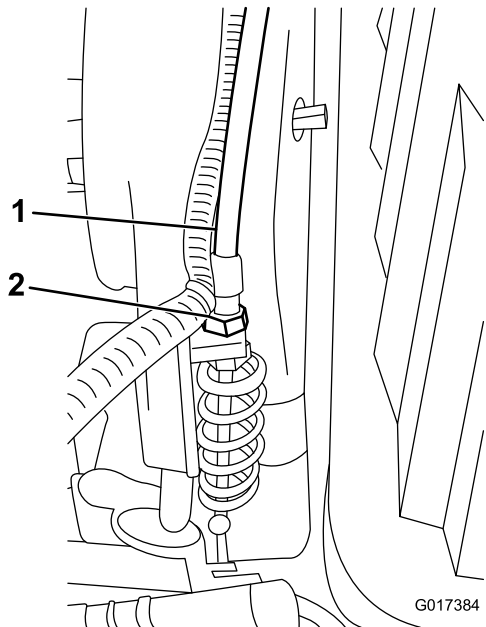

图51
3. 在变速箱隔板上调整滚刀控制装置拉线 图51 使弹簧长度达到 70.672.4mm。